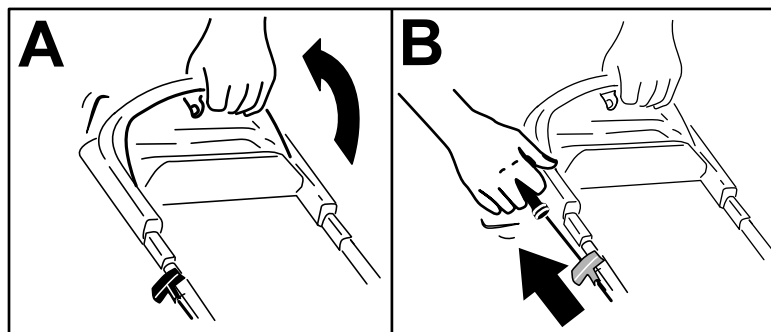

Figure 14
1. Serrez et maintenez la barre de commande de la lame contre le guidon (A de Figure 14).
2. Tirez légèrement la poignée du lanceur (B de la Figure 14) jusqu'à ce que vous sentiez une résistance, puis tirez vigoureusement et laissez le câble se rétracter lentement jusqu'au guide sur le guidon.